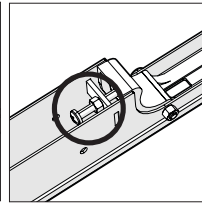

Fig. 8
- Afloje la tuerca de seguridad. (Fig. 8)